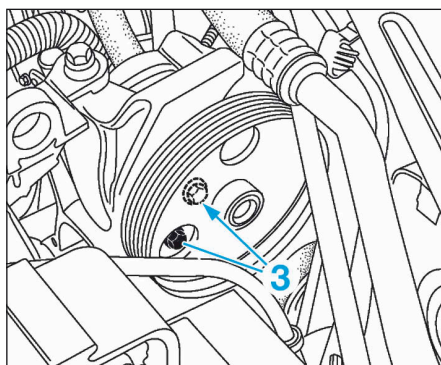

FIG.14
- Déposer les vis de la pompe de direction assistée (3) en passant à travers les trous de la poulie (Fig.14).